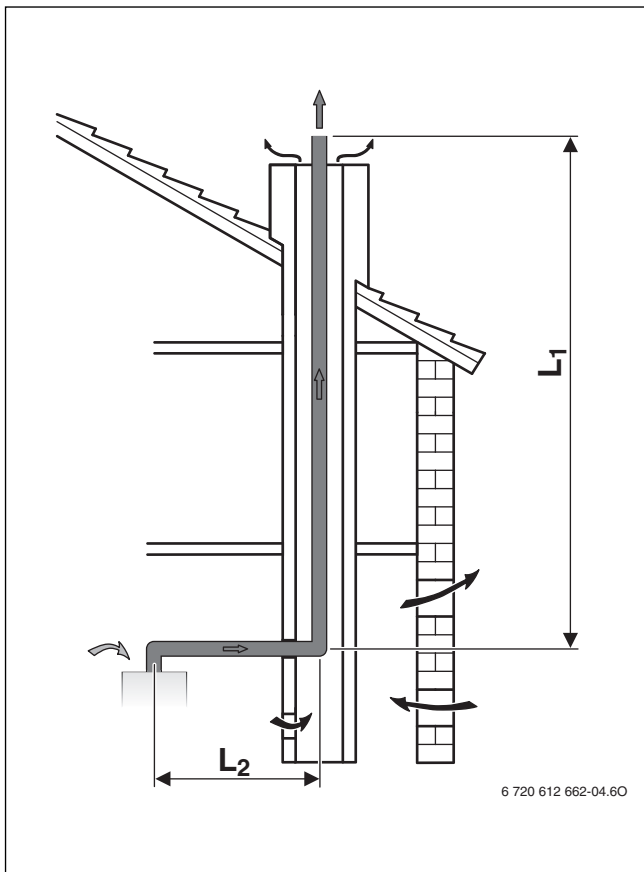

Рис. 7 Дымовая труба в шахте по  $V_{23}$
- Если труба отвода дымовых газов проложена в вентилируемой шахте (→ рис. 7, 8 и 10), чистка шахты не требуется.